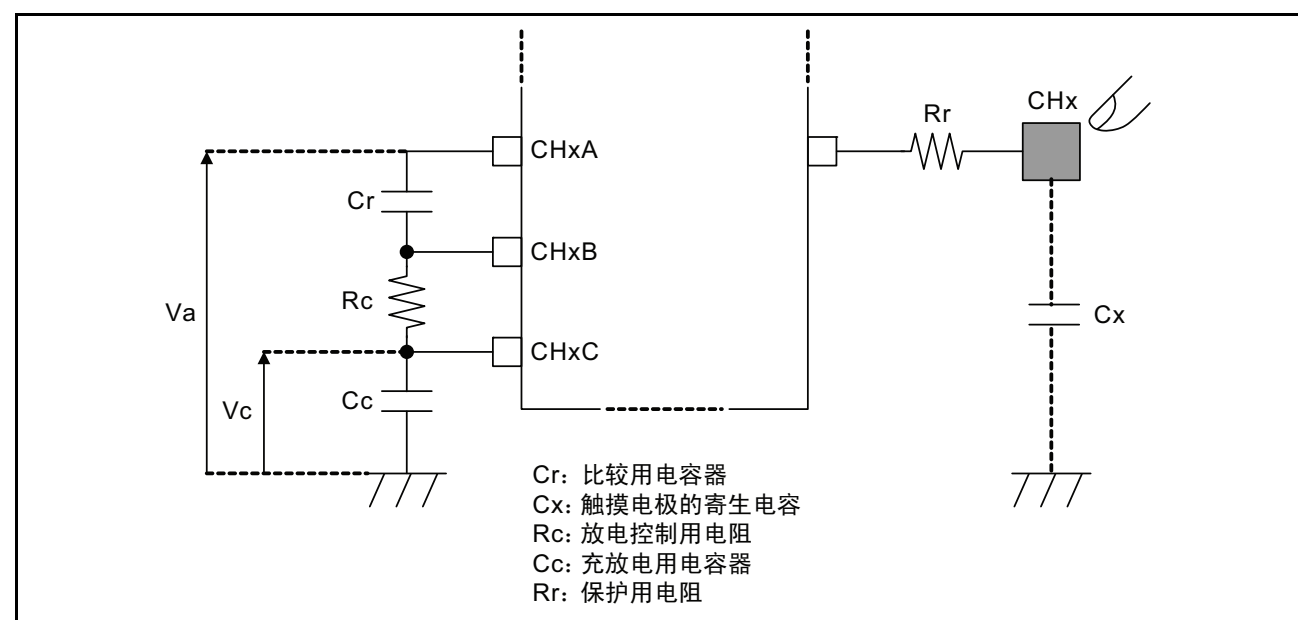

图 24.5 测量部电路
测量部电路如图 24.5 所示，传感器控制单元的静电电容式触摸电极的测量运行原理如以下说明。
运行原理如图 24.5 所示对在插入电阻、电容器状态进行说明。
3. 在短时间放电后，将 CHx_A 引脚、 CHx_B 引脚、 CHx_C 引脚作为高阻抗 ($Hi-Z$)，测量 CHx_A 引脚的电压。此时，如图 24.5 所示如果将 CHx_A 引脚电压置 V_a ，并且将 CHx_C 引脚电压置 V_c ，电压测量时的 V_a 如下述 (A) 式所示。